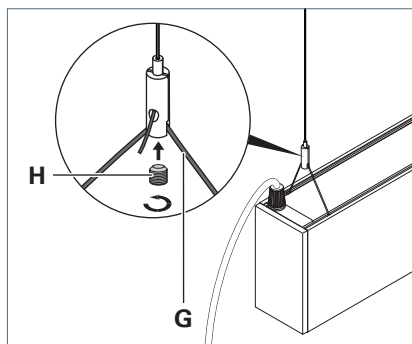

Fig. 16: Fixer le luminaire à l'attache de câble.
- Insérez le câble métallique **G** du luminaire dans l'attache de câble, voir Fig. 16.